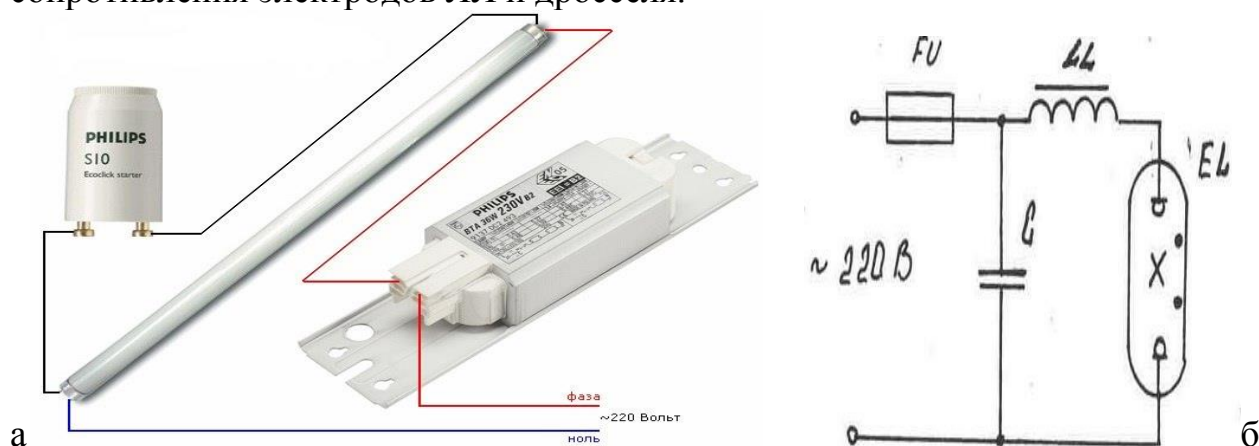

Рисунок 4.1- Схемы включения ЛЛ - а и ДРЛ - б
1. По заданию преподавателя собрать стартерную схему включения ЛЛ с использованием элементов квартирной электросети (рисунок 4.1,а). Предварительно до начала монтажа схемы замерить мультиметром сопротивления электродов ЛЛ и дросселя.
3. Собрать схему включения лампы ДРЛ (рисунок 4.1,б.), предварительно замерить мультиметром сопротивление дросселя. Проверить схему в работе, довести до нормального режима работы ДРЛ.